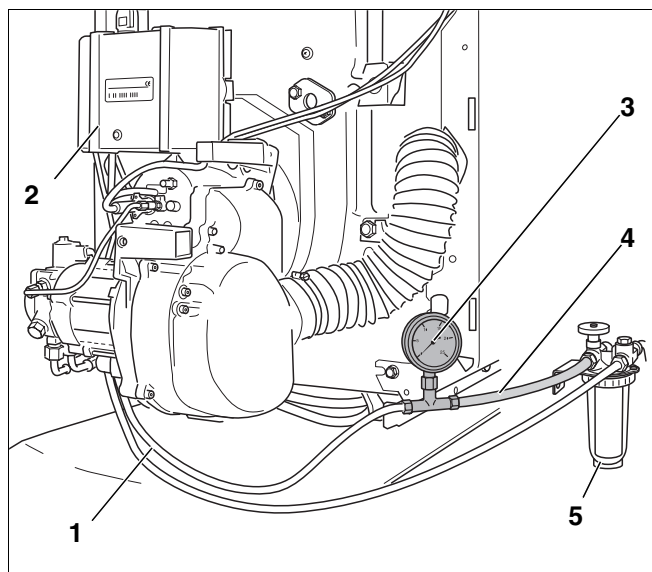

Рис. 17 Демонтаж всасывающего топливопровода
- Перекрыть запорный кран на топливном фильтре (рис. 17, **поз. 5**) и снять прозрачный шланг (рис. 17, **поз. 4**) с вакуумметром (рис. 17, **поз. 3**).
- Присоединить всасывающий трубопровод (рис. 17, **поз. 1**) к штуцеру на топливном фильтре (рис. 17, **поз. 5**).
- Открыть запорный кран на топливном фильтре (рис. 17, **поз. 5**).